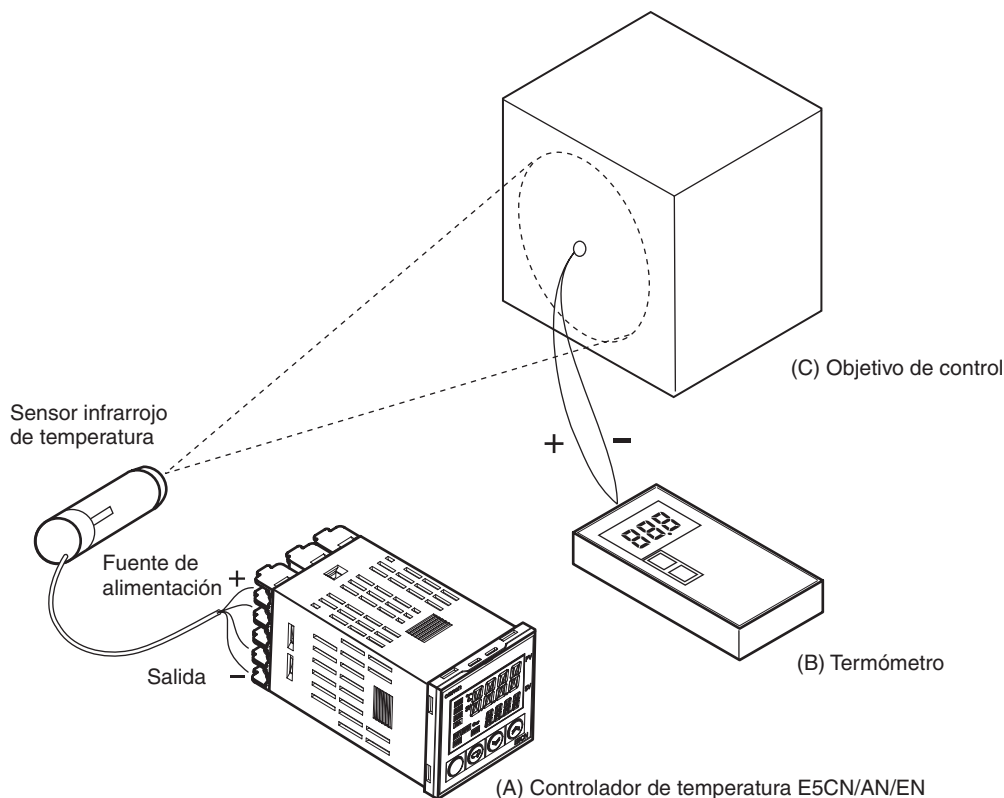

Figura 1 Configuración del desplazamiento para un sensor de temperatura por infrarrojos
2. Prepare una termorresistencia capaz de medir la temperatura del objeto de control como se muestra en la *Figura 1* de tal manera que pueda realizarse un desplazamiento de 1 ó 2 puntos.
1. En la configuración mostrada en *Figura 1*, acerque el punto de consigna al valor al que la temperatura del objetivo de control debe ser controlada. Suponga que la temperatura objetivo (C) y la lectura de la temperatura objetivo (B) coinciden.